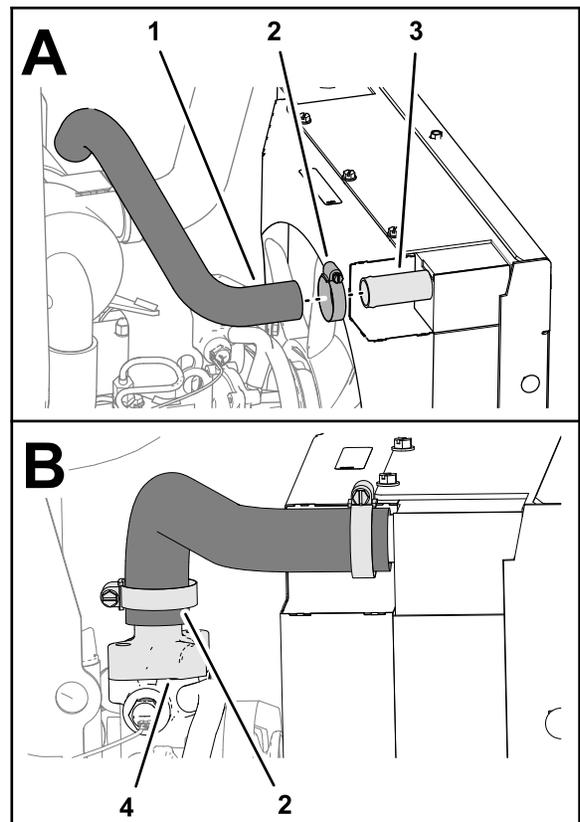

図 44
1. ラジエーター入口に、上側ラジエーターホースを仮止めする 図 44 ラジエーターのホースを外す (ページ 7) で取り外したホースクランプを使用する。
2. 上側ラジエーターホースのもう一方の端をエンジンのサーモスタットハウジングに取り付ける 図 44 ラジエーターのホースを外す (ページ 7) で取り外したもう1個のホースクランプを使用する。